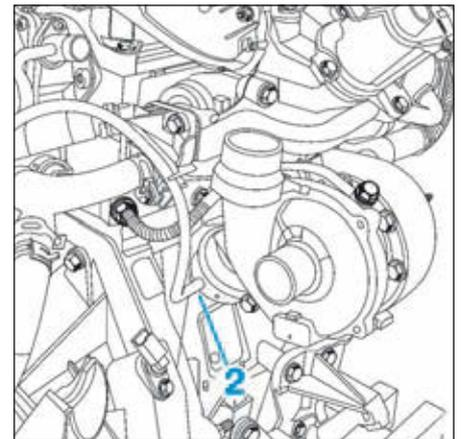

FIG.87
- la durite (2) de l'électrovanne de régulation de pression de suralimentation (Fig.87),